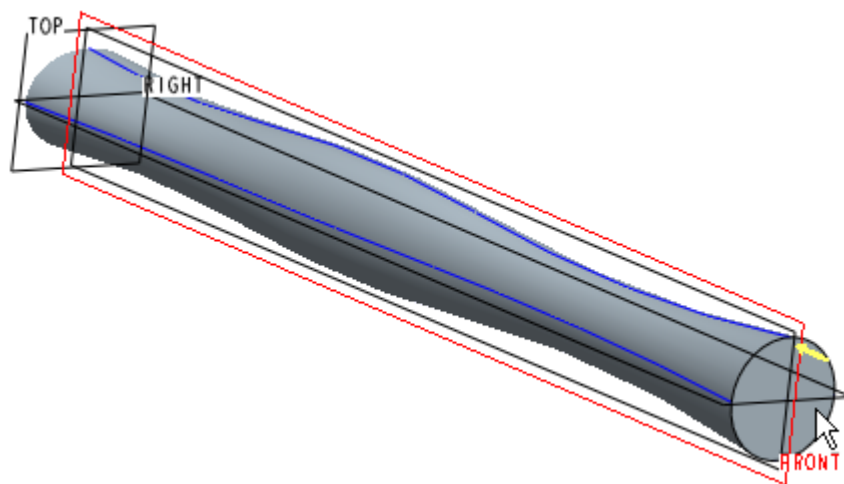

图 39-13
- (2) 单击草绘截面按钮 ，系统显示【剖面】对话框。如图 39-13 所示，选择模型的一个端面为草绘平面。